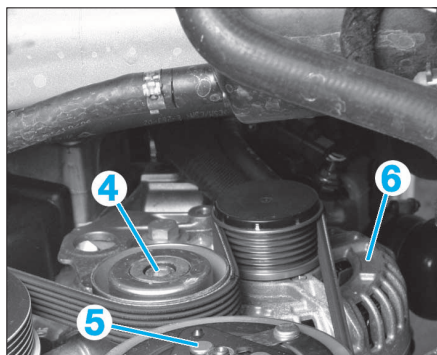

FIG. 11
- le galet (4) de courroie d'accessoires (Fig.11)